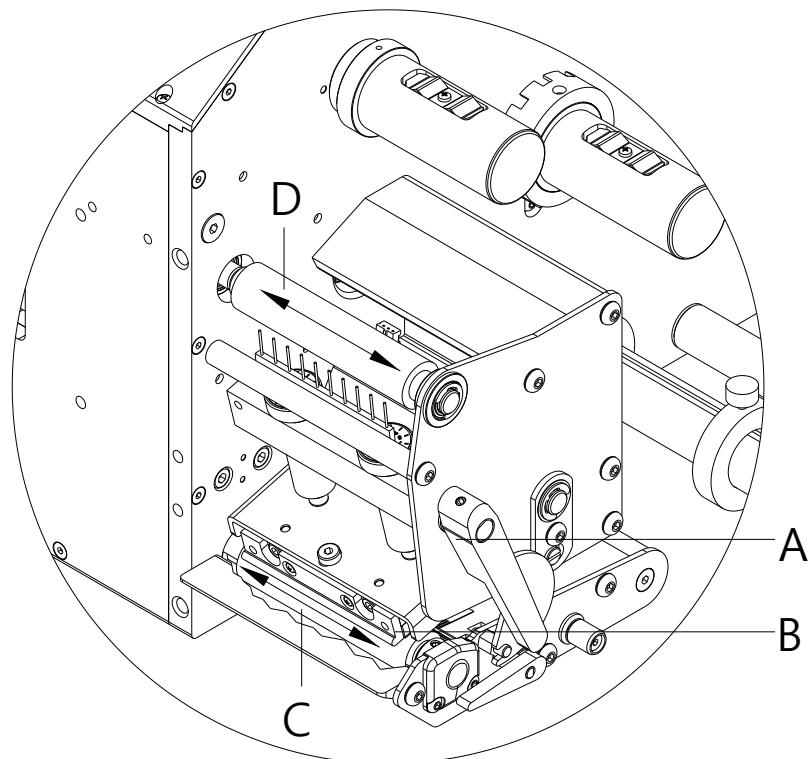

Figura 22
1. Ruotare la leva (A, Figura 22) in senso antiorario per sollevare la testina di stampa.
6. Per abbassare la testina di stampa, ruotare in senso orario la leva (A, Figura 22) fino all'arresto in posizione.